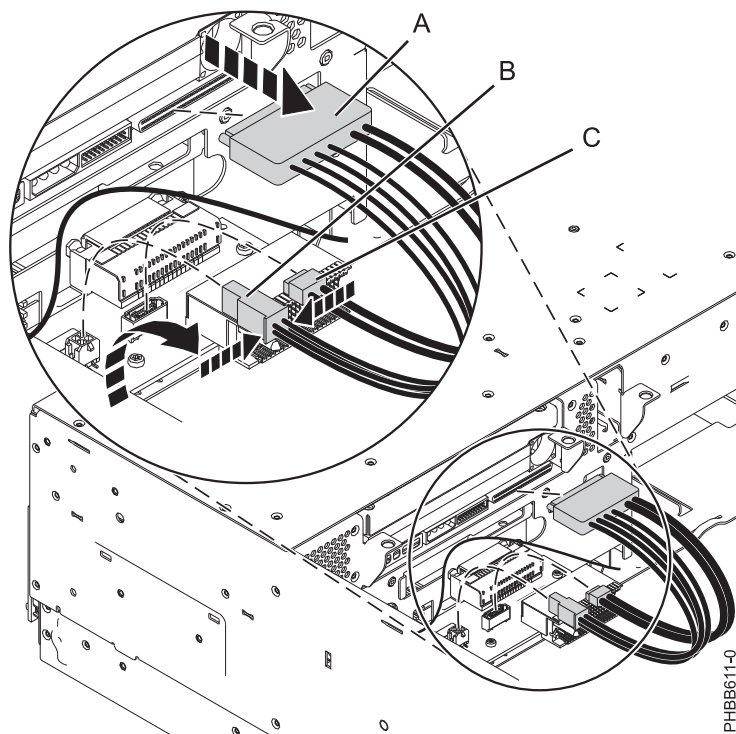

図5. ディスク・ドライブ・バックプレーンからのメディア・デバイス・ケーブルの切り離し
11. 図5 に示すように、ディスク・ドライブ・バックプレーンの背面からケーブルを切り離します。 外部 SAS ケーブルを接続していた場合、SAS ケーブルをディスク・ドライブ・バックプレーンから必ず切り離すようにしてください。 外部 SAS ポートについて詳しくは、8233-E8B または 8236-E8C への外部 SAS ポートの取り付けを参照してください。